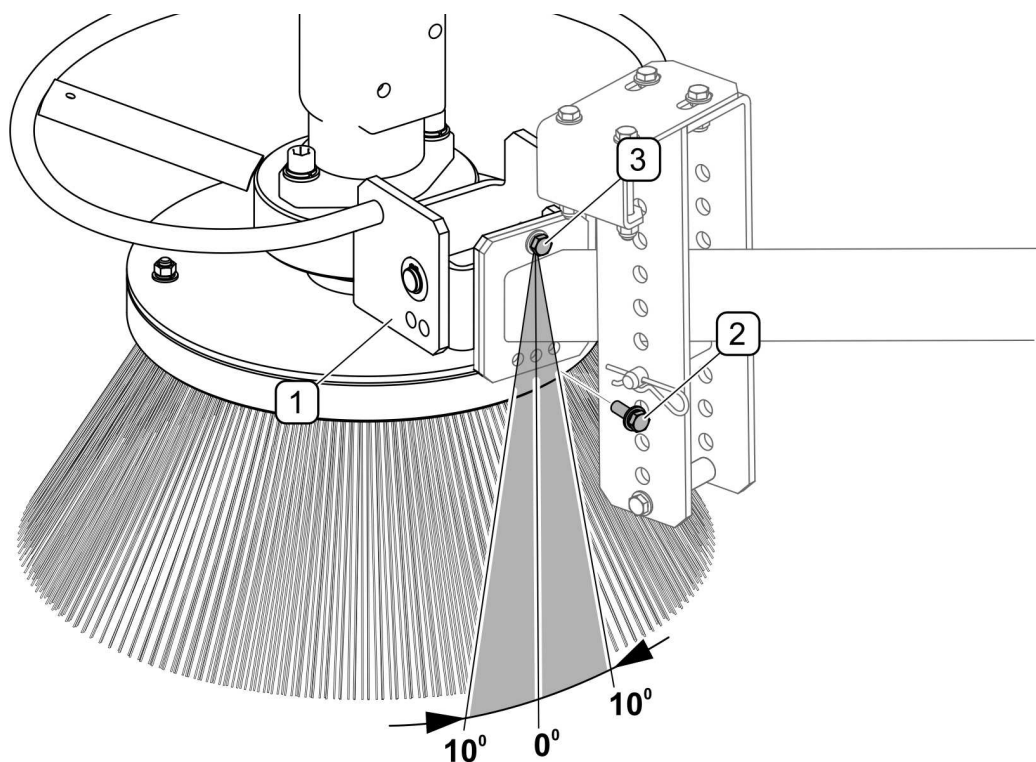

РИСУНОК 5.6 Регулирование поперечного наклона
(1) - кронштейн под головку щетки; (2) - установочный болт поперечного наклона; (3) - болт
Для того, чтобы изменить поперечный наклон (РИСУНОК 5.6), нужно отвинтить установочный болт (2), слегка отвинтить болт (3) и, поворачивая кронштейн (2) соответственно вправо или влево, ввинтить болт (2) в соответствующее отверстие. Затянуть болт (3).